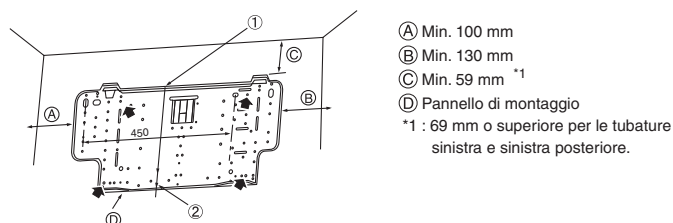

Fig. 3-3
► L'attrezzatura di montaggio deve essere fissata ad entrambe le estremità ed al centro, se possibile. Non fissarla in un solo punto od in modo asimmetrico. (Se possibile, fissare l'attrezzatura nei punti marcati con una freccia in grassetto.) (Fig. 3-3)